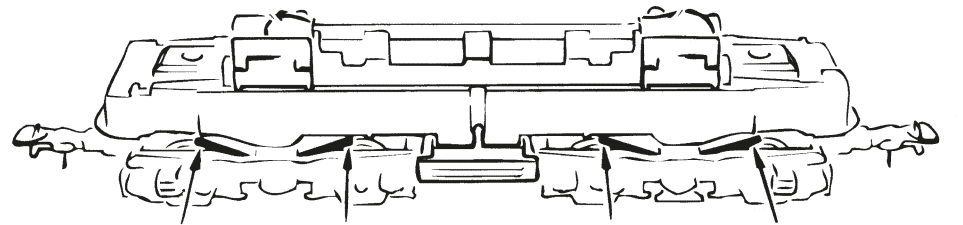

Fig. 10
Ausführung für Wechselstrom: siehe Fig. 10
A.C. operation: see fig. 10
Version en courant alternatif: voir fig. 10